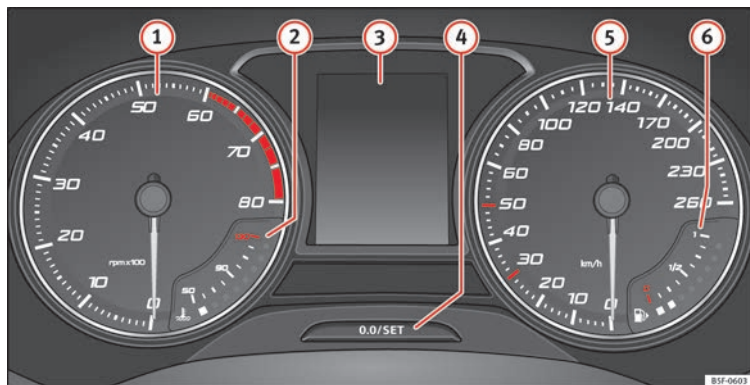

Fig. 113 Cuadro de instrumentos en el tablero de instrumentos.
El cuentarrevoluciones muestra el régimen de revoluciones del motor por minuto » **fig. 113 ①**.
① CUIDADO
La aguja del cuentarrevoluciones ① » **fig. 113** sólo deberá alcanzar la zona roja durante un breve período de tiempo, de lo contrario corre el peligro de sufrir daños en el motor.
Al conectar el encendido, en la pantalla del cuadro de instrumentos » **fig. 113 ③** puede visualizarse información diversa, en función del equipamiento del vehículo:
- Pulse brevemente el botón **» fig. 113 ④** para restablecer el cuentakilómetros parcial a 0.
- Mantenga pulsado el botón **④** durante unos 3 segundos y se visualizará el valor anterior.
- Para ajustar la hora, mantenga pulsado el botón **» fig. 113 ④** durante más de 3 segundos para seleccionar el indicador de horas o bien de minutos.
- Para proseguir el ajuste, pulse la parte superior o inferior del botón **④**. Para que los números se sucedan con rapidez, mantenga la tecla pulsada.
- Pulse nuevamente el botón **④** para finalizar el ajuste de la hora.
Mantenga pulsado el botón **» fig. 113 ④** durante más de 15 segundos para visualizar las letras distintivas del motor (MKB) del vehículo. Para ello, el encendido debe estar conectado y el motor apagado.
El indicador para la temperatura del líquido refrigerante **②** » **fig. 113** funciona sólo con el encendido conectado. Para evitar averías en el motor, tenga en cuenta las siguientes observaciones sobre los márgenes de temperatura.